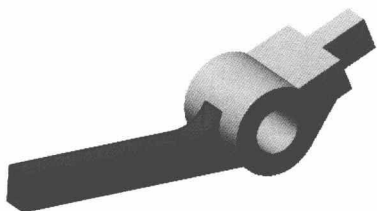
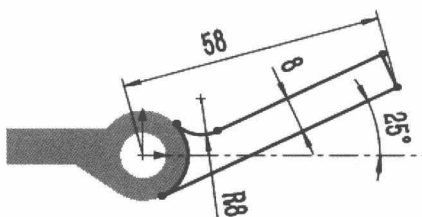

图 1.7 凸台-拉伸 2
图 1.8 横断面草图
Step4. 创建图 1.7 所示的零件特征——凸台-拉伸 2。选择下拉菜单 **插入(I)** → **凸台/基体(B)** → **拉伸(E)...** 命令 (或单击 按钮)；选取前视基准面为草图基准面；在草图绘制环境中绘制图 1.8 所示的横断面草图；在“凸台-拉伸”对话框 **方向1** 区域的下拉列表中选择 **两侧对称** 选项，输入深度值 6.0；单击 按钮，完成凸台-拉伸 2 的创作。